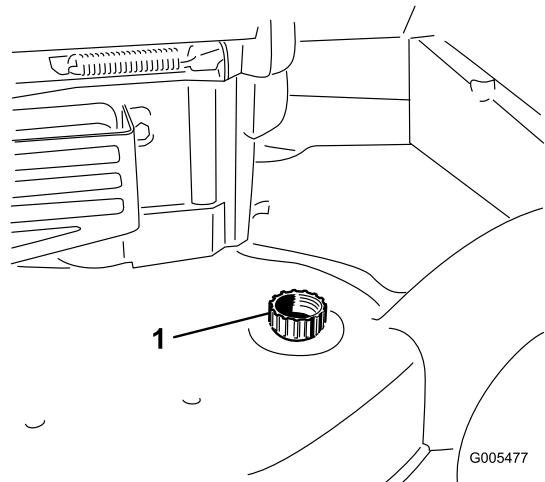

Bild 22
4. Befestigen Sie einen Gartenschlauch, der an einen Wasserhahn angeschlossen ist, am Wasseranschluss (Bild 22).